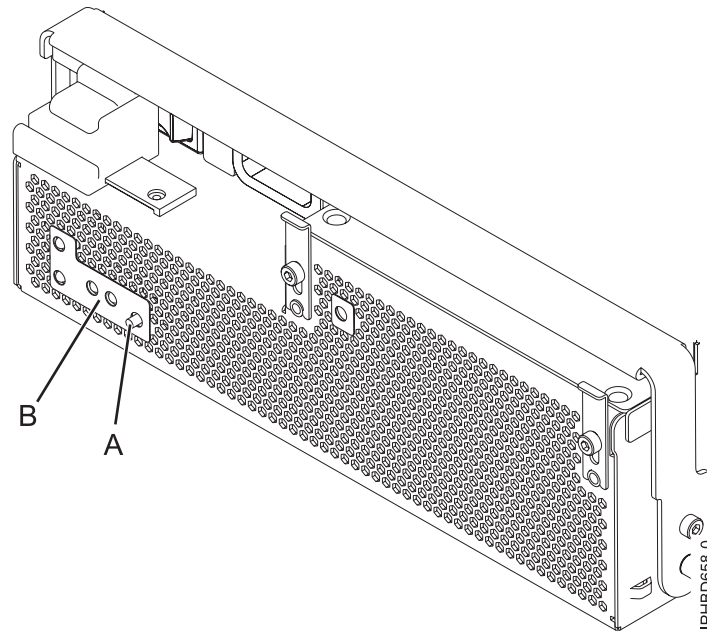
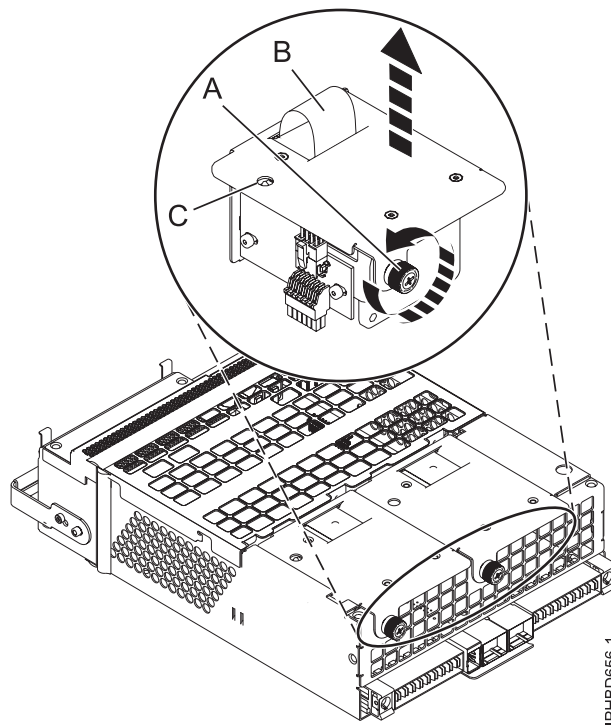

Figure 10. Bouton d'identification du ventilateur et voyant d'incident ventilateur
Figure 11. Retrait du ventilateur d'un bloc d'alimentation
**Remarque :** Si un ventilateur est défaillant, le voyant orange d'incident ventilateur à l'avant du bloc convertisseur autonome (OCA, Offline Converter Assembly) (**B**), illustré à la figure 10, à la page 12, est allumé de manière fixe.
- a. Identifiez le ventilateur défaillant en appuyant sur le bouton d'identification du ventilateur (A) comme illustré à la figure 10. Un voyant d'incident ventilateur orange (C) allumé de manière fixe à droite ou à gauche, comme illustré à la figure 11, indique un ventilateur défaillant.
- b. Dévissez la vis moletée (A) qui fixe le ventilateur au bloc d'alimentation, comme illustré à la figure 11.
- c. Utilisez la poignée du ventilateur encastré (B) pour extraire le ventilateur du bloc d'alimentation comme illustré à la figure 11, à la page 12.